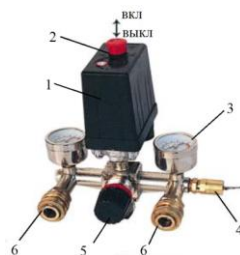

Рис.3
- Переверните (поверните или нажмите в зависимости от типа выключателя) в положение «0» («выключено») ручку-реле, расположенную в верхней части компрессора Рис.3. Подключите вилку к розетке, откройте воздушный кран и запустите компрессор, установив ручку регулятора давления в позицию «1» («включено»). В течении 10 мин компрессор должен работать в холостом режиме для удаления из системы консервирующей смазки.